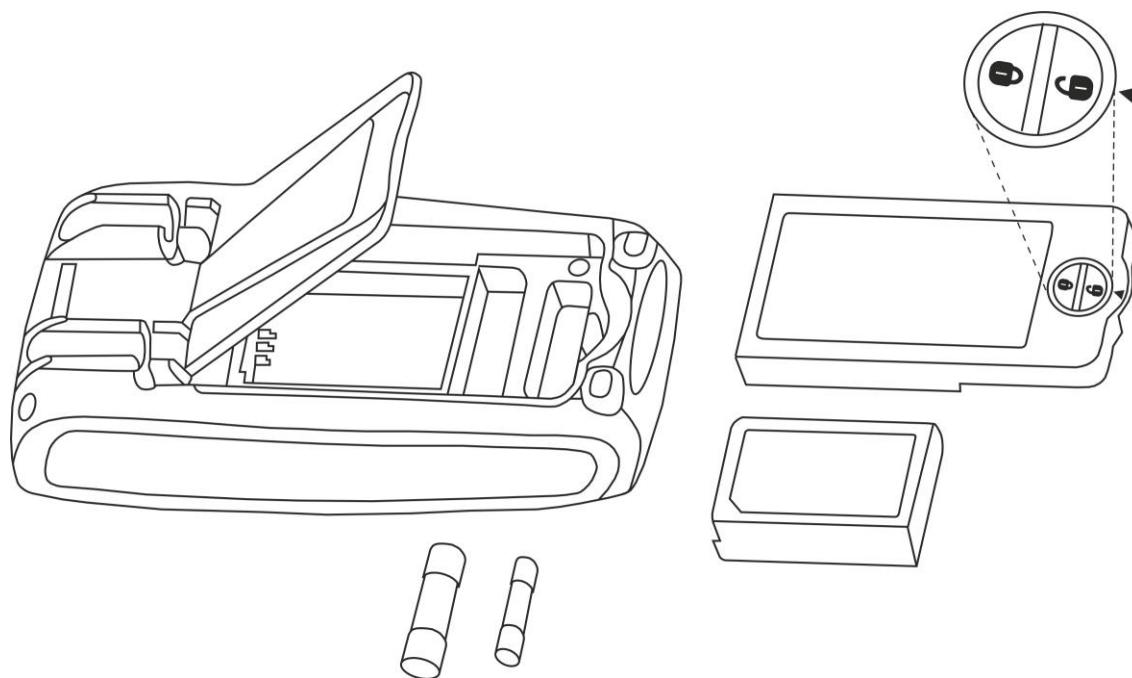

Fig. 34: Substituição dos fusíveis internos
2. Rodar o parafuso de fixação da tampa do compartimento da pilha da posição “” para a posição “” e retirar a mesma (ver Fig. 34).